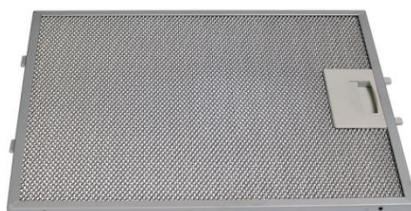

Рис. 2
2. Снимите алюминиевый жировоулавливающий фильтр (рис. 2).
7. Установите жироулавливающий фильтр (рис. 2).